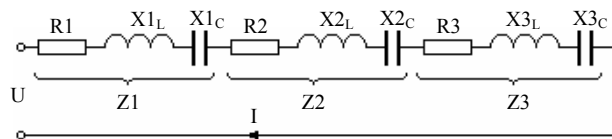

Рис. 8.4
**4. Исходные данные.** К источнику переменного тока с напряжением  $U$  подключены последовательно три приемника (рис. 8.4). Параметры приемников  $R_k$ ,  $X_{kL}$ ,  $X_{kC}$  приведены в табл. 8.4.